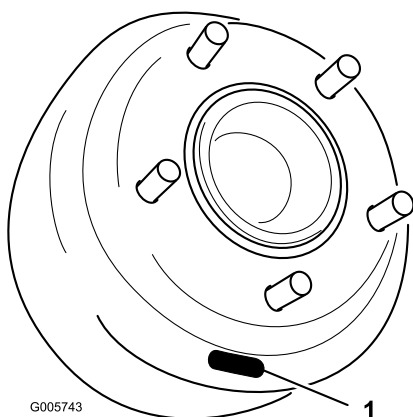
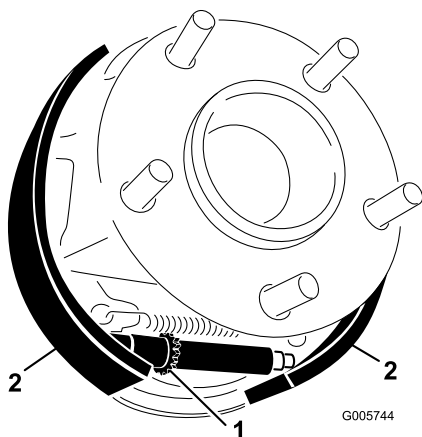

Bild 63
Bild 64
5. Nehmen Sie die Radmuttern ab und schieben Sie Rad und Reifen von den Zapfen. Drehen Sie die Bremstrommel, bis der Einstellungsschlitz unten und mittig über der Sternmutter liegt, mit der die Bremschuhe eingestellt werden (Bild 63).
6. Drehen Sie die Sternmutter (Bild 63) mit einem Bremseinstellwerkzeug oder einem Schraubenzieher nach unten, bis die Bremstrommel (Bild 64) aufgrund des Drucks der Bremschuhe (Bild 64) nach außen einrastet.